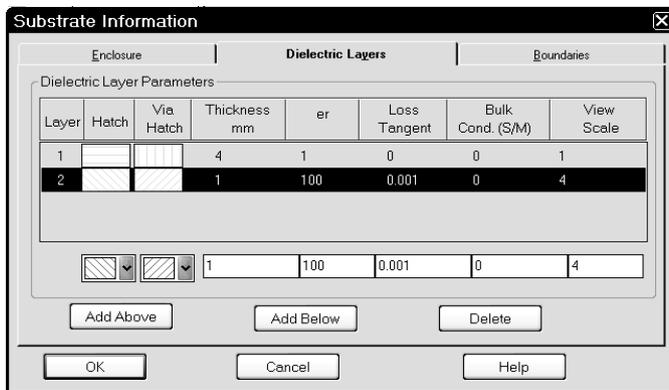

Рис. 3.118
28.8, в поле **X-Divisions** введите **576** (размер сетки по оси X будет 0.05 мм), в поле **Y-Dimension (mm)** введите **7**, в поле **Y-Divisions** введите **70** (размер сетки по оси Y будет 0.1 мм). На вкладке **Dielectric Layer** для слоя **1** введите толщину слоя **4**. Для слоя **2** введите толщину слоя **1**, диэлектрическую проницаемость **100**, тангенс потерь **0.001** и масштаб отображения **4** (рис. 3.118). Нажмите **OK**.